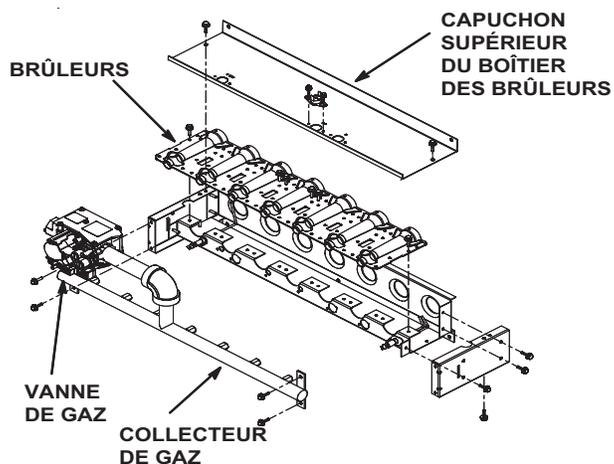

FIGURE 6
- 3 - Retirer et conserver les vis de fixation du capuchon supérieur du boîtier des brûleurs. Voir Figure 6
- 4 - Retirer et conserver les deux vis maintenant les brûleurs sur le support de brûleurs et soulever chaque brûleur séparément ou l'ensemble brûleurs complet des orifices. Voir Figures 6 et 7. Les nettoyer au besoin.